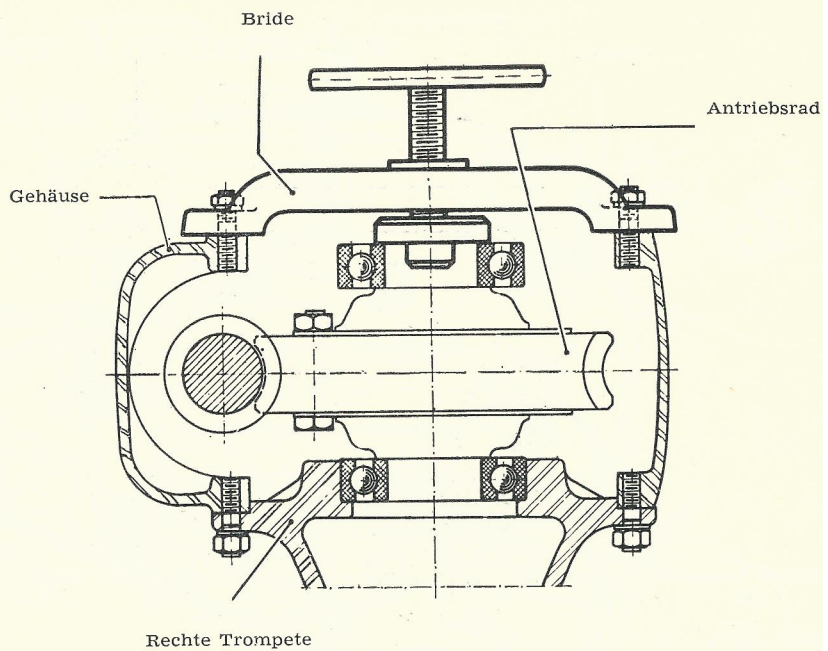

Bild 99
10. Das vorläufig noch einseitig geführte Differential wird jetzt mit der abgebildeten Bride festgehalten (Bild 99).